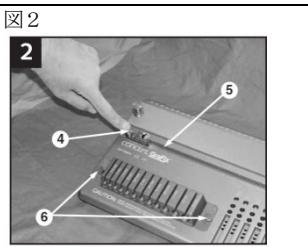

図2
- ・滅菌パッケージから適切なサイズのコアリングリーマーを線とリンクスリープ及び回収チューブと共に取り外す（図2参照）。
3. グラフトテーブルの指定のトラックの各端に、調節ボタンがテーブルの外側になるようスライドロックを挿入する。スライドロックを調節するには、調節ボタンを下に押して、スライドロックを希望する方向に移動させ、調節ボタンを離してスライドロックを固定する（図2参照）。
4. サイズブロックをグラフトテーブルに乗せ、同軸のねじで固定する（図2の6参照）。